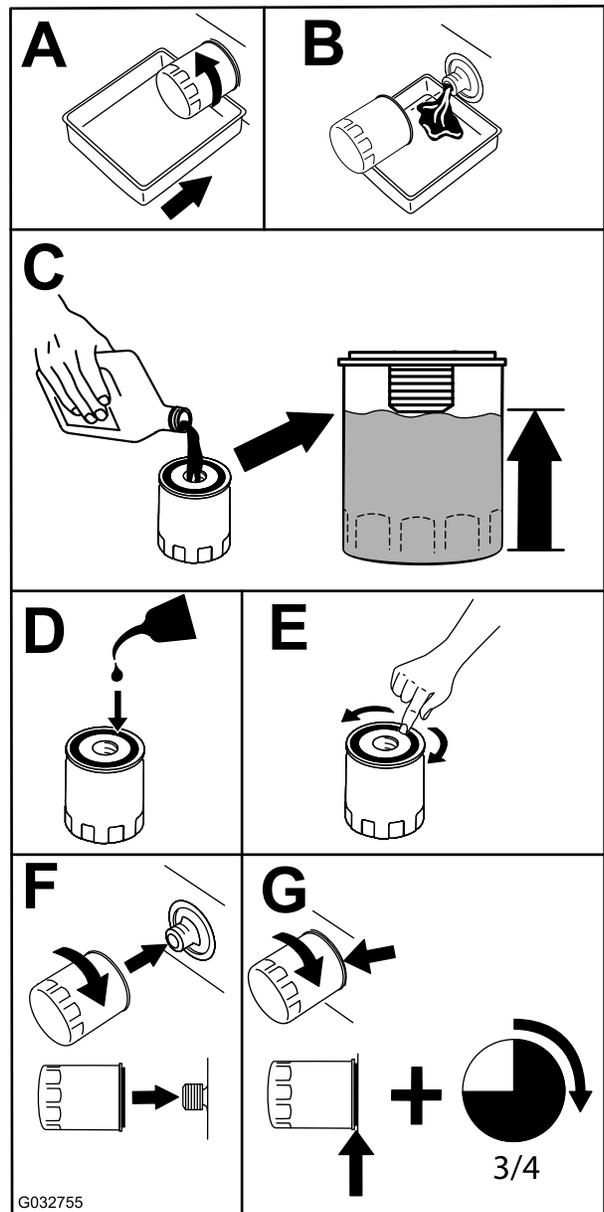

Bild 40
2. Wechseln Sie den Motorölfilter (Bild 40).